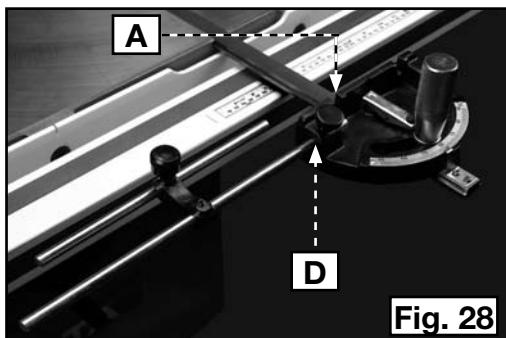

Fig. 28
2. Afloje la perilla de bloqueo (A) Fig. 28 e inserte el extremo de la varilla de tope (D) en el orificio que se encuentra en el costado del calibrador de inglete.
3. Ajuste la perilla de bloqueo (A) Fig. 28.